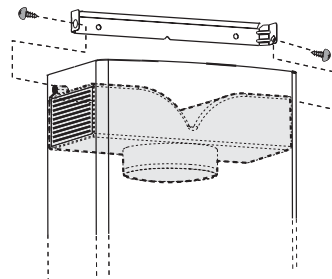

Bild 2
- Fije el deflector usando 2 tornillos de 2,9 x 13 mm de diámetro. **Fig. 2.**